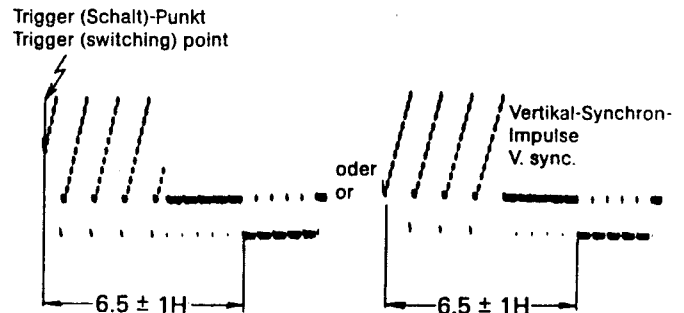

Fig. 5.4 Video-Kopf Umschaltpunkt
Mit R 45 (CH-1 SW PHASE) auf der SERVO-Platte 6,5 Zeilen zwischen Triggerpunkt (Schaltpunkt) und Vertical Synchron-Impuls einstellen (Fig. 5.4).
3. Oszillograph an TP 203 (VIDEO OUT) auf der VIDEO/AUDIO-Platte anschließen. Mit R 35 (REC SW PHASE) auf der SERVO-Platte wie oben, 6,5 Zeilen einstellen (Fig. 5.4).
3. Connect the oscilloscope to TP-203 (VIDEO OUT) on the VIDEO/AUDIO board. Adjust R 45 (CH-1 SW PHASE) on the SERVO board for 6.5 lines between the trigger point (switching point) and the vertical sync pulse (Fig. 5.4).
3. Connect the oscilloscope to TP-203 (VIDEO OUT) on the VIDEO/AUDIO board. Adjust R 35 (REC SW PHASE) on the SERVO board for 6.5 lines as above (Fig. 5.4).